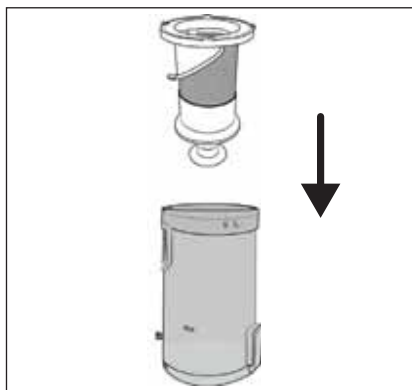

Fig. 23
- Lors du nettoyage du filtre en acier inoxydable ⑥, faites attention à ne pas perdre la tubulure en caoutchouc située sur l'ouverture inférieure.
- 6) Insérez le filtre en acier inoxydable ⑥ dans le bac à poussière ⑦ et poussez-le jusqu'en bas (voir fig. 23). Notez que le filtre en acier inoxydable ⑥ est doté de dispositifs d'arrêt de différentes tailles. Le filtre en acier inoxydable ⑥ ne s'insère dans le bac à poussière ⑦ que dans une seule position du fait de ces dispositifs d'arrêt.